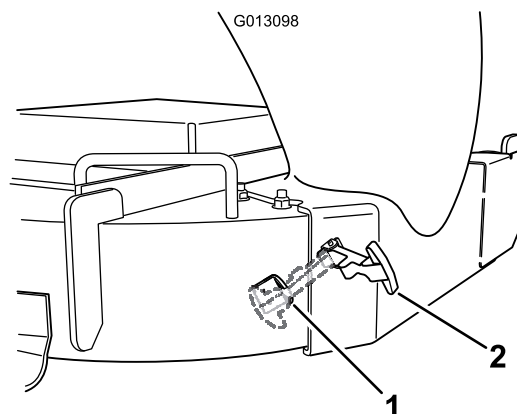

Bild 12
8. Haken Sie den flexiblen Verschluss am Auswurfkanal an der Befestigungsklemme ein, die an der Vorderwand des Mähwerks angeschweißt ist (Bild 12).